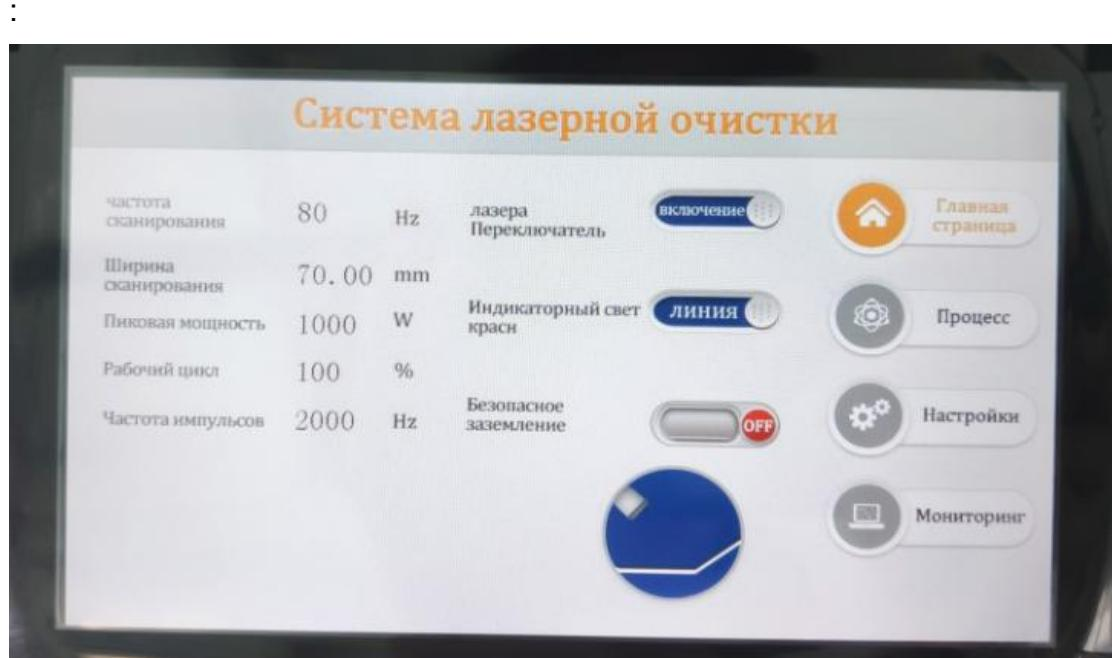

Рис.4-2 Рабочий интерфейс - свет включен
(2) откройте переднюю дверь, чтобы посмотреть температуру воды в чиллере, чиллер имеет дисплей температуры воды, температура выше текущей температуры, температура ниже заданной температуры 25 °C (значение фиксированной величины), разница между верхней и нижней температурой не должна быть больше 1,5 градусов, прежде чем вы сможете управлять оборудованием.
(3) когда температура охлаждающей воды составляет  $25 \pm 1,5$  °C, закройте переднюю дверь, откройте кнопку ② готовность лазера (клавишный переключатель), услышьте звук звуковой сигнал (мощность лазера), через 5 секунд нажмите на кнопку ④ ожидания, на этот раз горит желтая кнопка ожидания. Лазерный очиститель находится в режиме ожидания. Далее представим интерфейс управления. Как показано на рис. 4-2